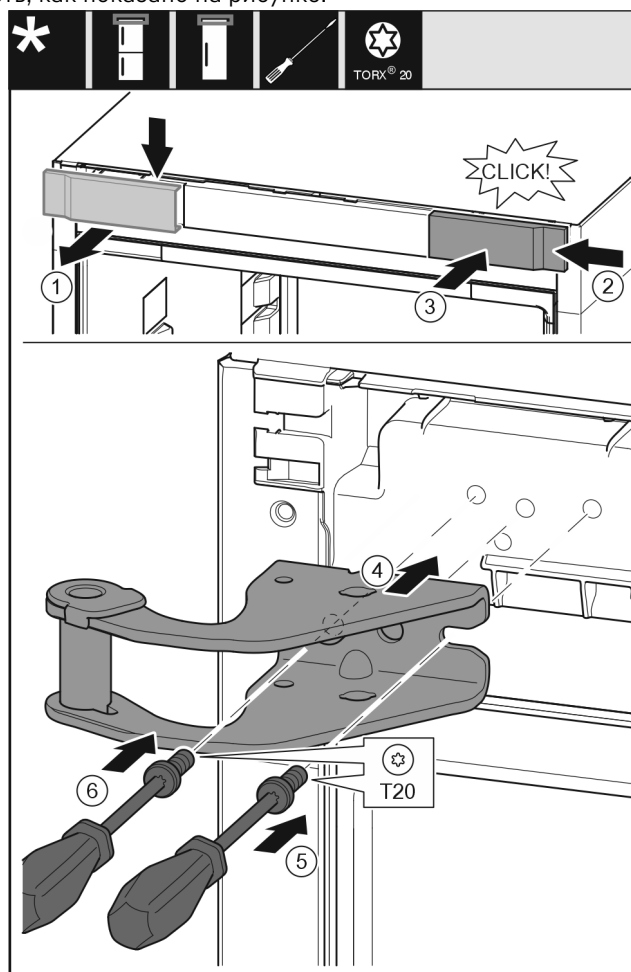

Fig. 31
- ▶ Снимите крышку сверху вперед. Fig. 31 (1)
- ▶ Навесьте крышку, повернув ее на 180°, справа с другой стороны. Fig. 31 (2)
- ▶ Зафиксируйте крышку. Fig. 31 (3)
- ▶ Установите верхний опорный кронштейн. Fig. 31 (4)
- ▶ Установите и затяните винт отверткой T20. Fig. 31 (5)
- ▶ Вставьте и затяните винт отверткой T20. Fig. 31 (6)